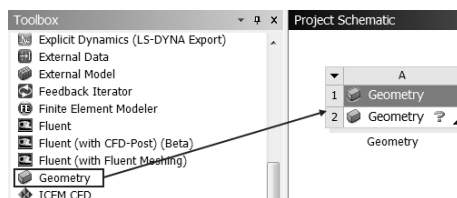

图 2-39 创建项目
Step2: 创建项目。双击主界面 Toolbox (工具箱) 中的 Component Systems Geometry (几何) 命令, 即可在 Project Schematic (项目管理区) 中创建项目 A, 如图 2-39 所示。